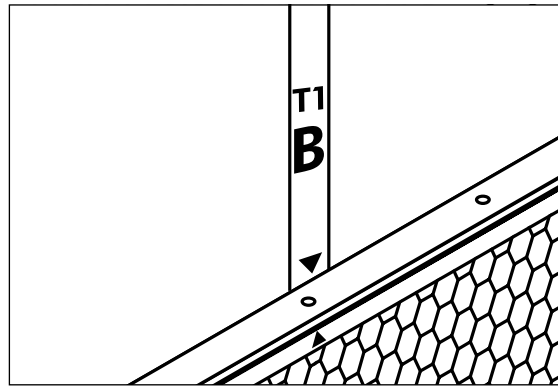

Figura A-8: Etiqueta para ensamblajes de más de una torre.
D. Cuando se van a ensamblar varias torres, cada torre se identificará con la etiqueta “T” y el número de torre, por ejemplo: T1, T2, T3, etc. Ver Figura A-8.